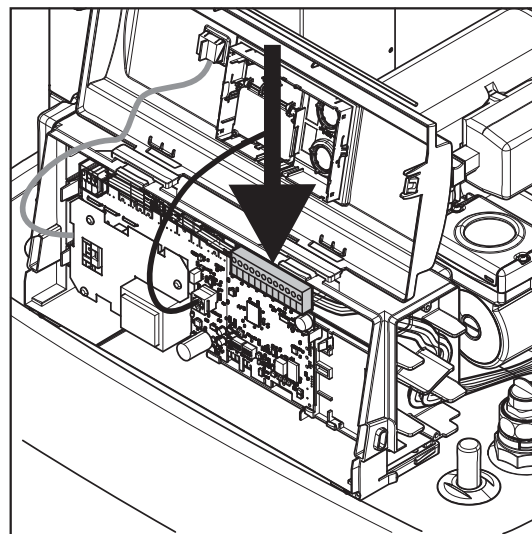

Figura 4-29 Inserire lo spinotto del sensore J8 sulla scheda elettronica
- Inserire lo spinotto nella scheda elettronica (figura 4-29).